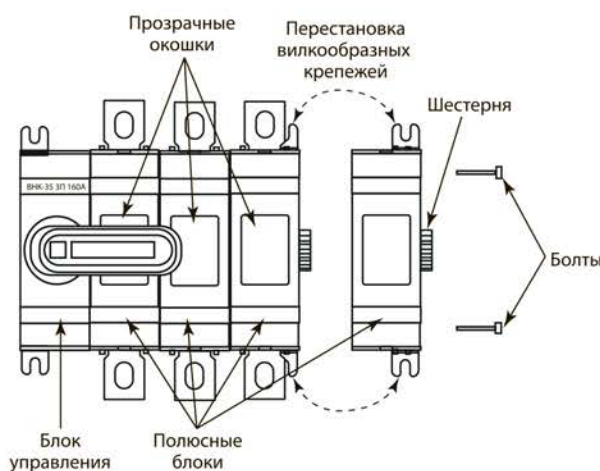

Рисунок 2. Схема подключения полюса ВНК
4.2. Схема подключения полюса ВНК представлена на рис. 2